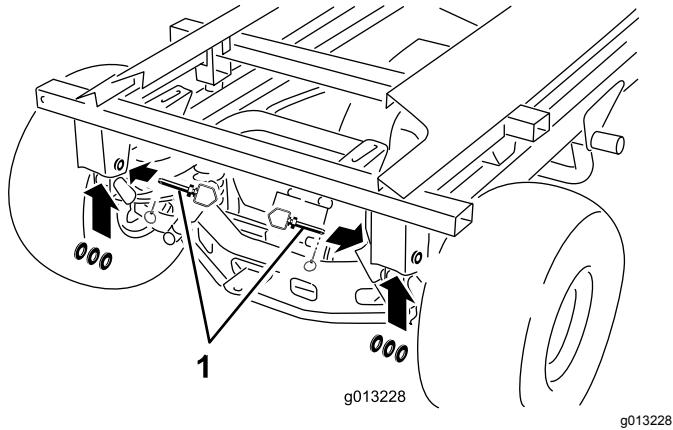

Figura 50
- Remova os pinos de sujeição traseiros, pinos de engate e anilhas (Figura 50).